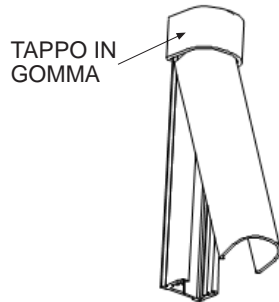

Fig. 2
5) inserire il tappo in gomma all'estremità superiore del profilo (Fig. 2);
- montare la copertura in policarbonato come indicato nella Fig. 2;